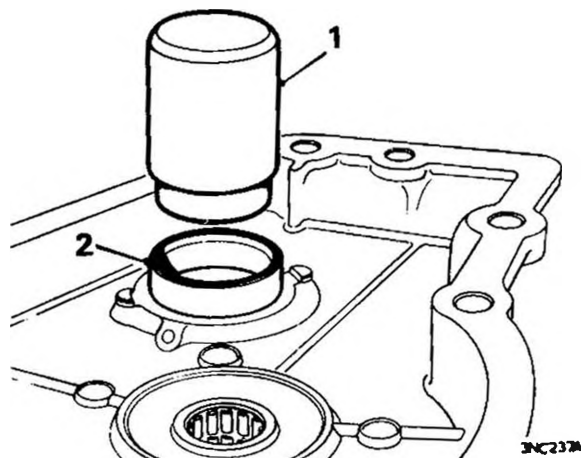

Fig. F.25
49. Introdurre la pista esterna del cuscinetto dell'albero di presa diretta nella scatola del volante con l'introduttore dell'attrezzo 18G 617A. Fig. F.25.